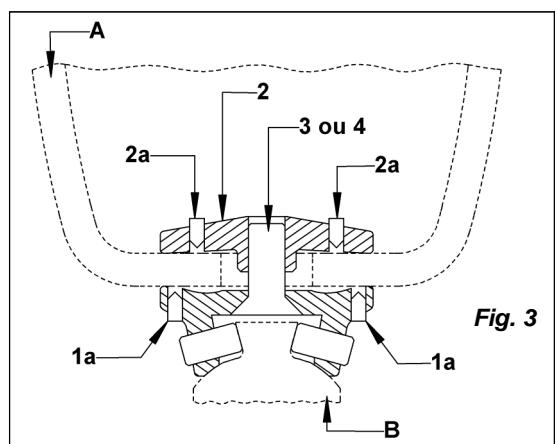

Fig. 3
D) REGLAGE EN TRANSLATION DE L'EMBOITURE (Fig.3 / 4)